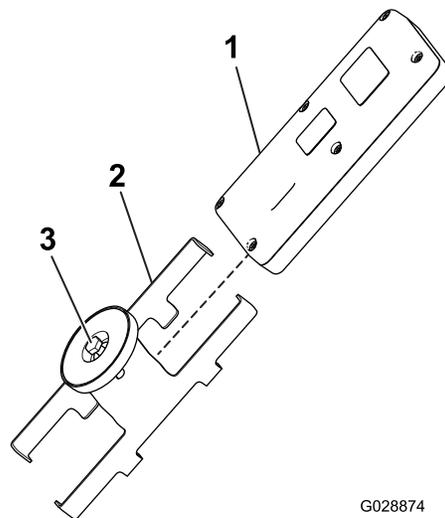

图19
- 5. 将手持遥控器装入磁性遥控器支架，将两半滑到一起并固定，然后拧紧磁性支架内的螺栓（图19）。